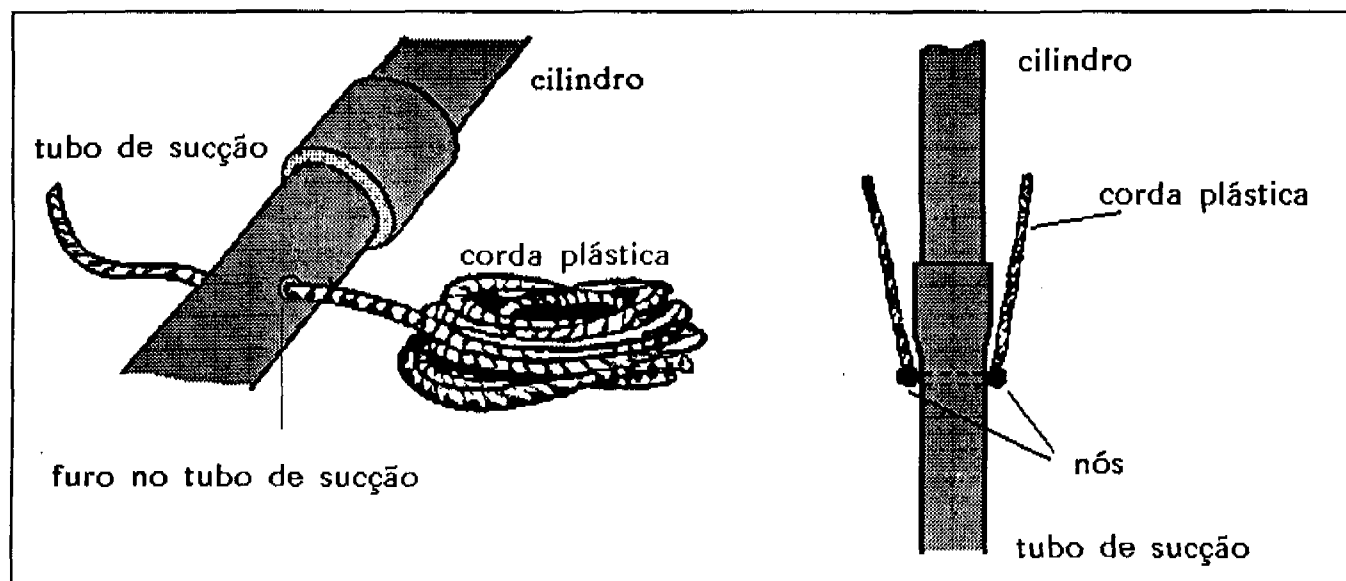

Figura 3
(veja figura 3). depois posicione o tubo de sucção 15 cm acima do fundo da fonte.
7. Enfie a corda pelo furo no tubo de sucção e faça um nó em cada lado do furo do tubo de sucção deixando o restante da corda com o mesmo comprimento de ambos os lados. Veja figura 3.